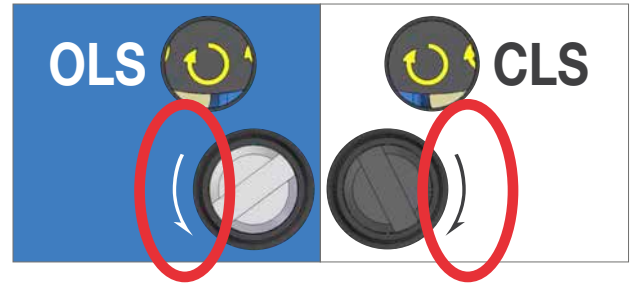

图 1
- 3) 此时, 需要旋转 CLS 调节螺栓以啮合开关机构内部的关方向限位开关。CLS 指示器窗口可能会显示四种可能的图标。请参考第 7 页图 1。
- 10) 此时，需要旋转 OLS 调节螺栓以啮合开关机构内部的关方向限位开关。CLS 指示器窗口可能会显示四种可能的图标。请参考下面的图 1。